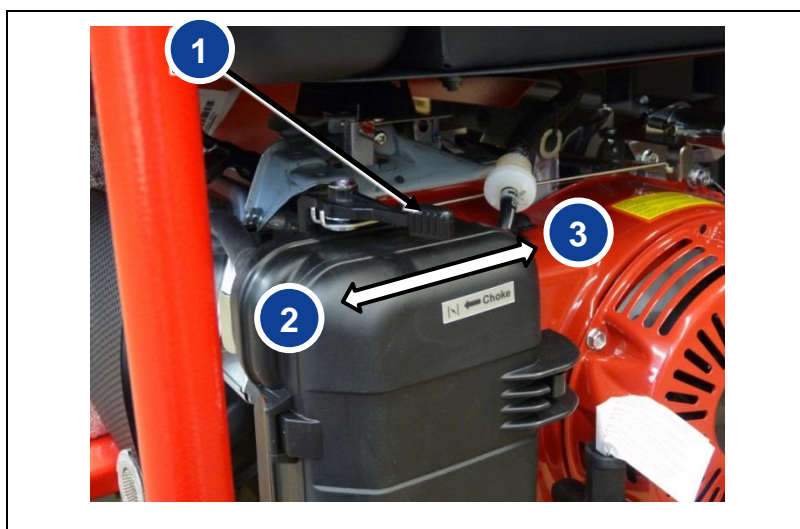

Fig. 4-3: Position Starter
2. Tournez le starter (Fig. 4-3-(1)) vers la gauche jusqu'à la position (Fig. 4-3-(2)).
5. Tournez lentement le starter (Fig. 4-3-(1)) vers la droite jusqu'à la position (Fig. 4-3-(3)).